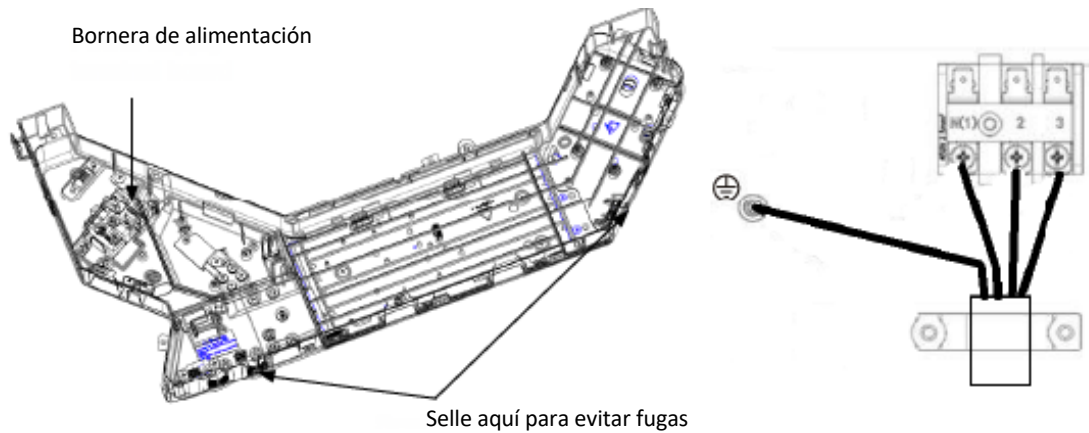

Figura 39
①	Apriete el cable de alimentación respectivamente en la bornera con tornillos. Las conexiones defectuosas pueden causar un incendio.
②	Si el cable de conexión está conectado incorrectamente, se puede dañar el aire acondicionado.
③	Conecte correctamente el cable de conexión de la unidad de interior de acuerdo con las marcas correspondientes, tal como se indica en la Figura 39.
④	Conecte a tierra la unidad interior y exterior mediante la conexión de un cable de tierra.
⑤	La unidad debe estar conectada a tierra de acuerdo con los códigos locales y nacionales aplicables.